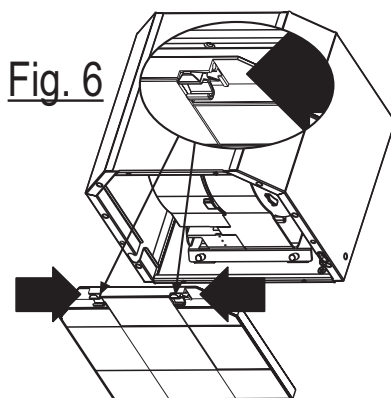

Fig. 6
3. Retirez le filtre à charbon actif en agissant sur les crochets (fig. 6).